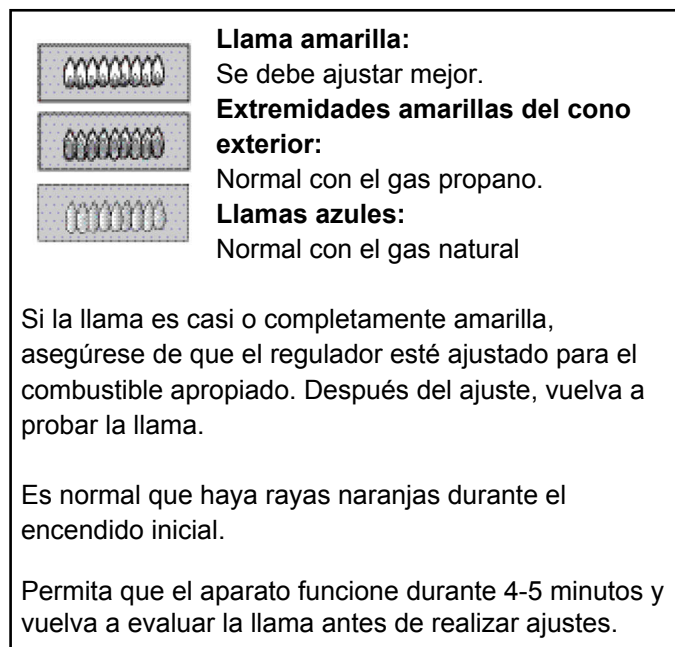

FIGURA 27: Características de las llamas
Prueba de llama: opción Alta. Gire la perilla del quemador a HI. Vea la *Figura 27* para conocer las características de una llama correcta.
Inspeccione la llama de los quemadores de la hornilla mientras están encendidos. Vea la *Figura 27* para conocer las características de una llama normal. Si la llama es casi o completamente amarilla, se debe ajustar los obturadores de aire de los quemadores de la hornilla. Vea el proceso de ajuste de la llama en la sección siguiente.
- Repita este proceso hasta que las características de la llama sean aceptables (vea la *Figura 27*).